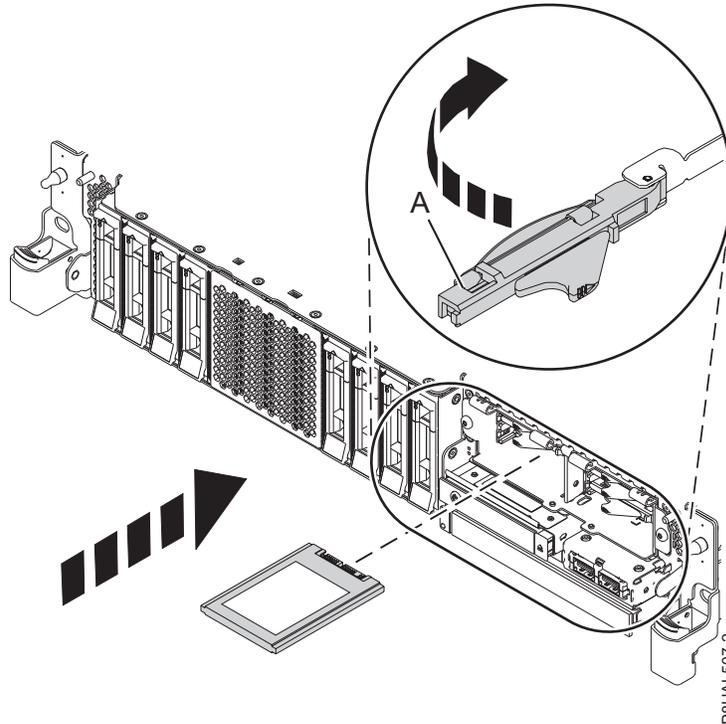

Figure 8. Installation d'une unité SSD dans un système à fonction étendue 5148-21L, 5148-22L, 8247-21L, 8247-22L, 8284-21A ou 8284-22A
4. Avec la poignée de la baie d'unité SSD (A) en position déverrouillée, tirez le levier vers l'extérieur pour accéder aux rails de guidage de l'emplacement SSD. Maintenez l'unité SSD par le dessous tout en l'alignant avec les rails de guidage de l'emplacement SSD. Voir figure 8, à la page 12.
5. Faites glisser l'unité SSD dans le système jusqu'à ce qu'elle soit en place, puis verrouillez-la en faisant tourner la poignée de la baie (A) dans la direction indiquée. Voir figure 8, à la page 12.